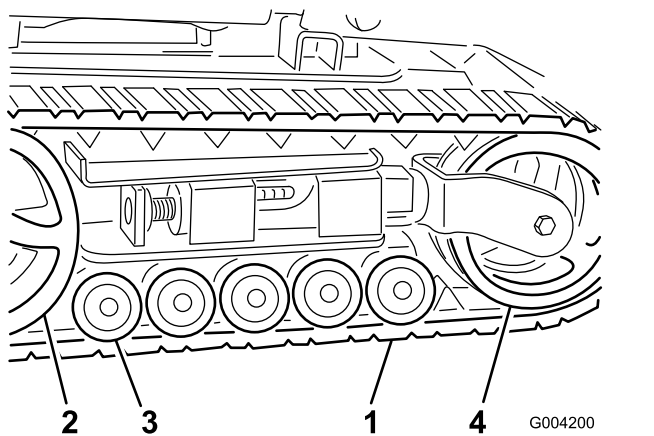

Figura 43
**Important:** Asigurați-vă că ai curățat complet roile de drum, roata de tensionare și pinionul de antrenare (Figura 43). Roile de rulare trebuie să se poată roti liber atunci când sunt curate.